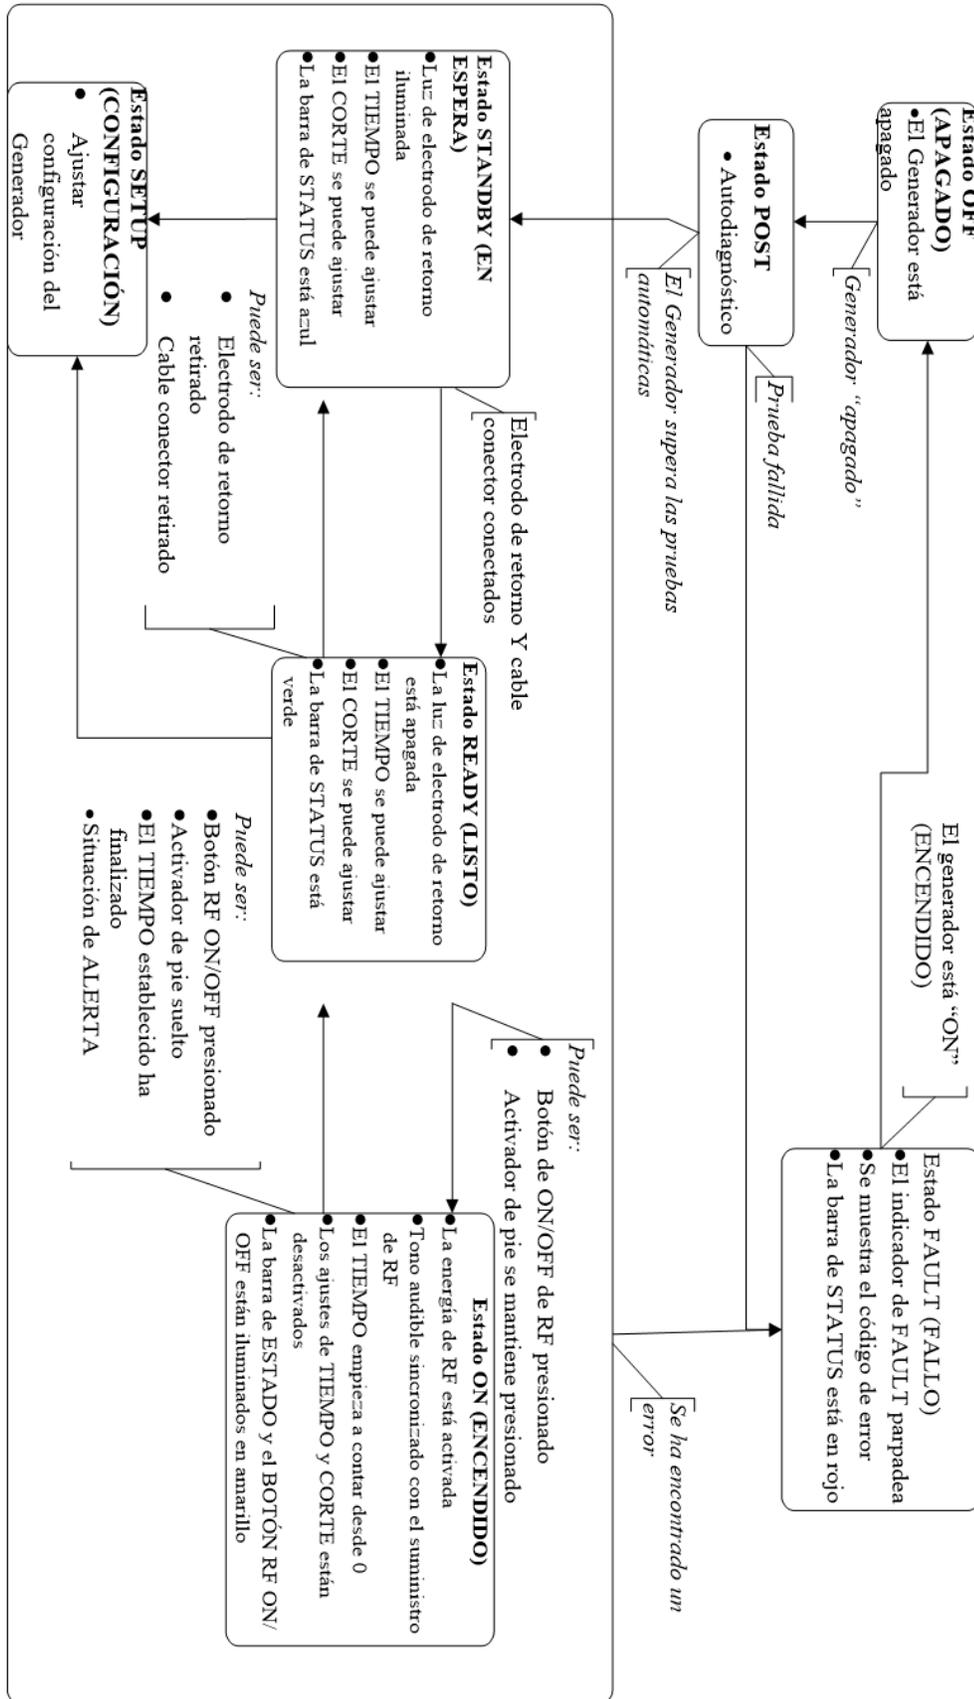

Figura 5-3 – Diagrama de flujo de estados del Generador
- (1) **Indicador de potencia de corriente alterna:** Este LED verde se ilumina cuando se enciende el Generador.
- (2) **Indicador de FALLO:** Este LED rojo se ilumina y parpadea cuando se produce un ERROR del sistema. Entre los errores del sistema, se incluyen fallos de autoverificación, errores de protección de hardware, errores de medición de hardware y fallos de software. Para intentar la recuperación de un error del sistema, debe apagarse y encenderse la alimentación de red al generador. Consulte las instrucciones de uso.
- (3) **Sensor de luz ambiental:** Este sensor detecta el nivel de luz ambiental. La luminosidad de la pantalla se ajusta automáticamente de acuerdo al nivel de luz ambiental (luminosa (ALTA) en una sala luminosa y tenue (BAJA) en una sala menos iluminada).
- (4) **Indicador de fallo en el electrodo de retorno:** El LED rojo se ilumina cuando un electrodo de retorno NO está conectado al Generador O BIEN cuando la medida de impedancia de un electrodo de retorno (doble lámina) de monitoreo es superior a 150 ohmios, lo que indica un contacto defectuoso con el paciente. Nota: Utilice únicamente electrodos de retorno que cumplan o superen las normas de CEI 60601-2-2:2006.
- (5) **Barra de estado (STATE):** Esta ventana indica el ESTADO actual del Generador. Los diferentes estados del Generador y cómo éstos se relacionan se muestran en la Figura 5-3.
- (6) **Ventana de configuración de tiempo (TIME):** Esta ventana muestra la duración deseada de salida de RF (en segundos). Esta ventana muestra asimismo las funciones de las teclas blandas utilizadas para ajustar la configuración de TIEMPO.
- (7) **Teclas blandas de la columna izquierda:** Estas teclas permiten el ajuste de parámetros. Su función se muestra en la pantalla, a la derecha de la tecla blanda, cuando procede. Por ejemplo, las flechas hacia arriba ▲ y hacia abajo ▼ se muestran cuando se deben utilizar las teclas para aumentar o reducir una configuración.
- (8) **Ventana de configuración de CORTE:** Esta ventana muestra el modo deseado de CORTE. Los modos de CORTE son específicos al dispositivo de RF BMC y se describen en la Sección 0. Deberían consultarse las Instrucciones de uso del dispositivo de RF BMC para averiguar cuáles son las configuraciones de uso adecuadas. Esta ventana muestra asimismo la función para las teclas blandas utilizadas para ajustar la configuración de CORTE.
- (9) **Teclas blandas de la columna derecha:** Estas teclas permiten el ajuste de los parámetros. Su función se muestra en la pantalla, a la izquierda de la tecla blanda, si procede. Por ejemplo, se muestran las flechas hacia arriba ▲ y hacia abajo ▼ cuando deben usarse las teclas para aumentar o reducir una configuración.
- (10) **Teclas blandas de la fila inferior:** Estas teclas blandas tienen varias funciones. La función de cada tecla se muestra en la pantalla, sobre la tecla blanda, cuando procede.
- (11) **Ventana de mensajes:** Esta ventana muestra mensajes funcionales e informativos cuando procede.
- (12) **Conexión de electrodos de retorno:** Esta conexión aislada del paciente es para conectar un electrodo dispersivo (de retorno) aprobado. **Utilice únicamente electrodos dispersivos que cumplan o superen las normas de CEI 60601-2-2:2017.** Se pueden utilizar tanto electrodos de no-monitoreo (lámina única) como de monitoreo (doble lámina).
- (13) **Conexión del cable conector:** Esta conexión aislada del paciente es para la conexión del cable conector RFP-100A. El usuario deberá consultar las Instrucciones de uso del dispositivo de RF BMC para seleccionar el modelo de cable conector adecuado.
- (14) **Botón e indicador de ENCENDIDO/APAGADO (ON/OFF) de RF:** Al presionar y soltar el botón, se inicia el suministro de RF cuando el Generador está en el estado READY (LISTO). Este botón finaliza el suministro de energía de RF cuando el Generador está en el estado ACTIVADO (ON). El indicador del botón se ilumina de amarillo cuando el Generador está en el estado ACTIVADO (ON).
- (15) **Puerto USB (lateral):** Cuando se conecta una llave de memoria de USB, se descargan los datos de tratamientos de los últimos veinte (20) suministros de energía de RF. Cuando se deja conectado, se descargan los datos de los siguientes suministros de RF por cada tratamiento.